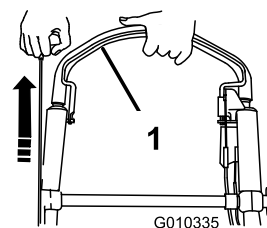

Figura 24
3. Apriete la barra de control de la cuchilla contra el manillar y tire del arrancador de retroceso (Figura 24).